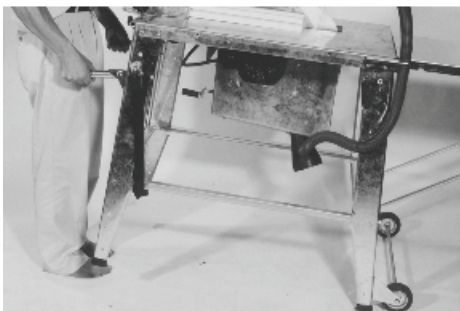

Abb. 23
- Die Maschine kann leicht bewegt werden (siehe Abb. 23).